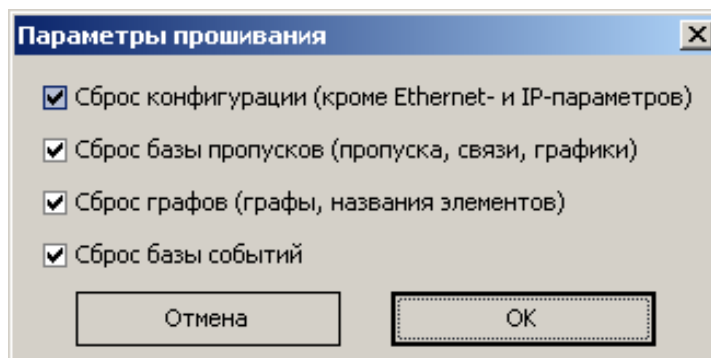

Рисунок 28 – Параметры прошивки
7. Появится окно параметров прошивания (Рисунок 28). Выбрать все параметры и нажать «ОК».